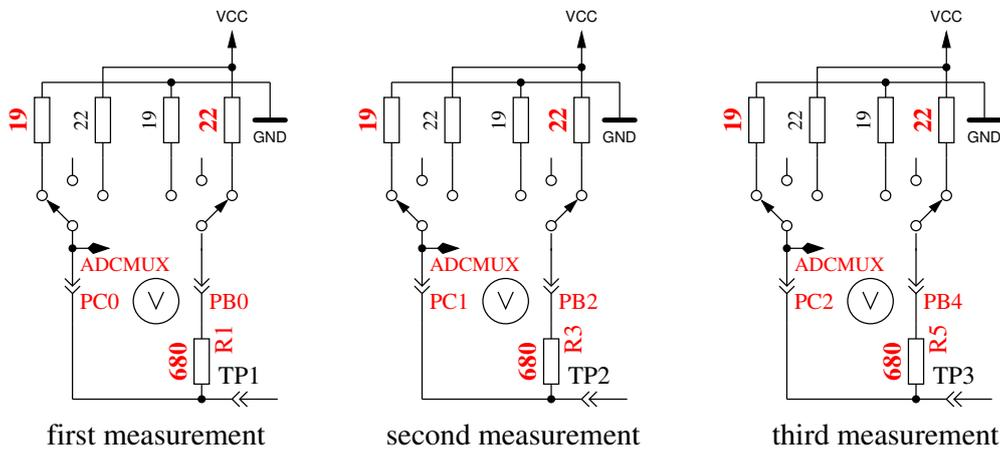

Abbildung 5.60. Messung des Innenwiderstandes von auf GND geschalteten Port-C-Ausgängen.
5. Dieser Schritt testet die **Fähigkeit von mit GND (-) verbundenen 470kΩ-Widerständen (H) die Testpins auf GND zu ziehen.** Zeile 1 zeigt den Text „RH-“. Zeile 2 sollte für alle drei Pinne Null mV anzeigen.
6. Dieser Schritt testet die **Fähigkeit von mit VCC (+) verbundenen 470kΩ-Widerständen (H) die Testpins auf VCC zu ziehen.** Zeile 1 zeigt den Text „RH+“. Der bestmögliche mV Wert für die drei Messungen wäre 0 in Zeile 2, da die Diffenz zu VCC dargestellt wird. Große Abweichungen vom Idealwert für Schritt 5 und 6 sind Fehler wie Isolations-Problem, Flussmittelreste oder beschädigter Port.
8. **Messung des Innenwiderstandes eines auf GND geschalteten Ausgangs.** Dieser und die folgenden Schritte werden nur bei gewählter AUTO\_CAL Option durchgeführt. Die internen Port C Widerstände von auf GND (-) geschalteten Ausgängen werden mit dem Strom der nach VCC (+) geschalteten 680Ω Widerstände gemessen, siehe Abbildung 5.60. Es werden nur die drei Pins des ADC-Ports vermessen, die Widerstands-Ports PB0, PB2 und PB4 können nicht ohne Veränderung der Hardware gemessen werden. Es wird angenommen, dass die Portwiderstände von unterschiedlichen Ports nahezu identisch sind. Der Widerstandswert wird im nächsten Schritt mit ausgegeben.